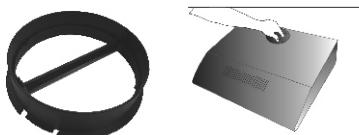

Рис. 3.2
3. Заглушка для выходного отверстия вытяжки (см. рис. 3.2). Используется, когда вытяжка работает в режиме рециркуляции.
Если вытяжка крепится на стену, то, как правило, она используется для работы в режиме рециркуляции. В этом случае на нее следует установить угольный фильтр, вставить заслонку, показанную на рис.3, в предназначение для нее отверстие на коробе мотора и закрыть выходное отверстие вверху вытяжки заглушкой, представленной на рис.3.2.
Если вытяжка будет работать в режиме рециркуляции, то разметку для отверстия под гибкий воздуховод делать не следует. Установите на вытяжку угольный фильтр, вставьте заслонку, показанную на рис.3, в предназначение для нее отверстие на коробе мотора и закройте выходное отверстие вверху вытяжки заглушкой, представленной на рис.3.2. Наметьте точки под крепежные винты, просверлите отверстия и закрепите вытяжку на шкафчике.